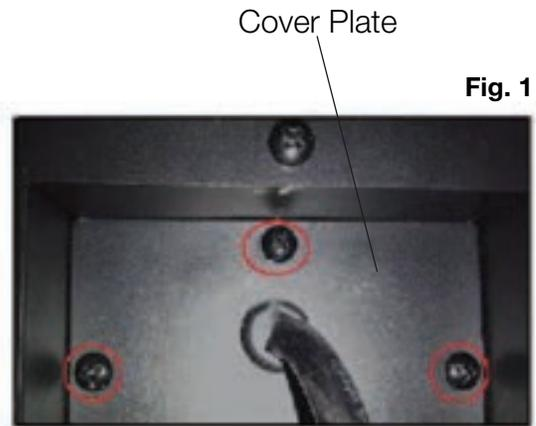

Fig. 1
- Retirez la plaque de couverture du côté inférieur droit de l'appareil en retirant les trois vis (**Fig. 1**).
- Réinstallez la plaque de couverture à l'aide des trois vis précédemment retirées à l'étape A (**Fig. 1**).